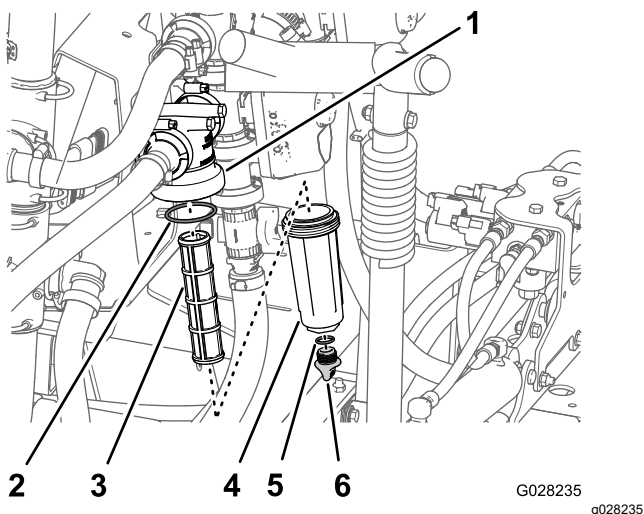

Figura 51
2. Amplasați o tavă de golire sub filtrul de presiune (Figura 51).
3. Rotii capacul de golire în sens invers acelor de ceasornic i scoateți-l din vasul filtrului de presiune (Figura 51).
4. Rotii vasul în sens invers acelor de ceasornic i îndepărtați capul filtrului (Figura 51).
5. Îndepărtați elementul filtrului de presiune (Figura 51).
7. Verificați dacă există deteriorare i uzură la nivelul garniturii pentru buconul de golire (situat în interiorul vasului) i garniturii pentru vas (aflată în interiorul capului filtrului) (Figura 51).
8. Montați un nou element de filtrare de presiune la capul filtrului (Figura 51).
9. Montați vasul pe capul filtrului i strângeți-l manual (Figura 51).
10. Montați capacul de golire pe fittingul din partea de jos a vasului i strângeți capacul manual (Figura 51).